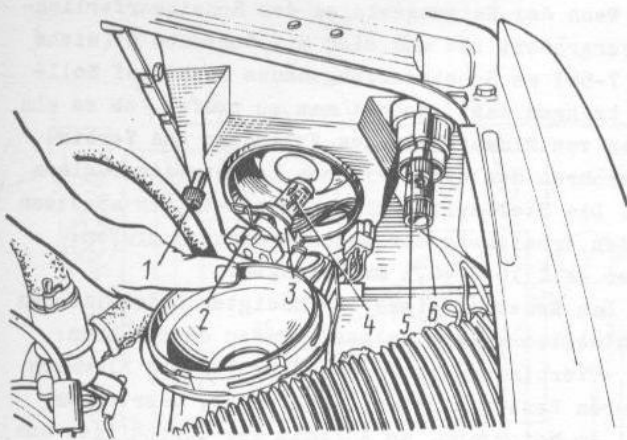
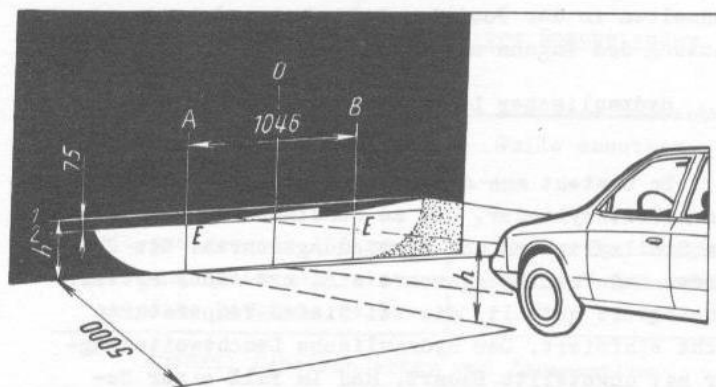

Bild 7-56. Ansicht des Scheinwerfers vom Motorraum aus:
Bild 7-57. Regulieren des Scheinwerferlichtes
- Steckbuchse 2 (Bild 7-56) mit Steckern der Lampe wegnehmen;
- Lichtschirm aufzeichnen, wie in Bild 7-57 gezeigt ist. Dabei Linie 1 (Mittenlinie der Scheinwerfer) auf Lichtschirm in Höhe h gleich Höhe der Mittelpunkt der Scheinwerfer über Flur aufzeichnen. Höhe h am fahrfertigen Kraftwagen mit 75 kg Zusatzmasse an Fahrerplatz messen;
- entspricht die Lage der Lichtflecke an Lichtschirm bei eingeschaltetem Nahlicht nicht der in Bild 7-57 angegebenen, so hat man die Lage des Lichtflecks jedes Scheinwerfers am Lichtschirm mit den Schrauben 1 und 6 (siehe Bild 7-56) zur handbetätigten Einstellung des Lichtstrahls in horizontaler und vertikaler Ebene einzustellen.
Ein Scheinwerfer ist als richtig eingestellt zu betrachten, wenn die obere Grenze des linken Teils seines Lichtflecks mit Linie 2 (siehe Bild 7-57) übereinstimmt und die vertikale Linie A (oder B) durch den Schnittpunkt E des horizontalen und des schrägen Abschnitts des Lichtflecks verläuft.
Die Bauweise der Scheinwerfer gestattet zusätzliche Abwärtsneigung des Lichtflecks des Scheinwerfers in Abhängigkeit von der Belastung in Karosserie, wozu die am Scheinwerfergehäuse befindliche Zusatzschraube 5 der Stelleinrichtung (im Fall voller Belastung des Kraftwagens) nach rechts bis zum Anschlag zu drehen ist (siehe Bild 7-56).
Wenn der Neigungswinkel des Scheinwerferlichtes vergrößert ist und sich mit Schraube 6 (siehe Bild 7-56) am Scheinwerfergehäuse nicht auf Sollwert bringen läßt, so hat man zu prüfen, ob es ein Lecken von Flüssigkeit aus Zylindern und Verbindungsrohren des hydraulischen Leuchtweitenreglers gibt. Die Stellzylinder von Scheinwerfern absetzen und den Arbeitsweg der Zylinderstangen prüfen; dieser soll $10,8 \pm 0,5$ mm betragen.